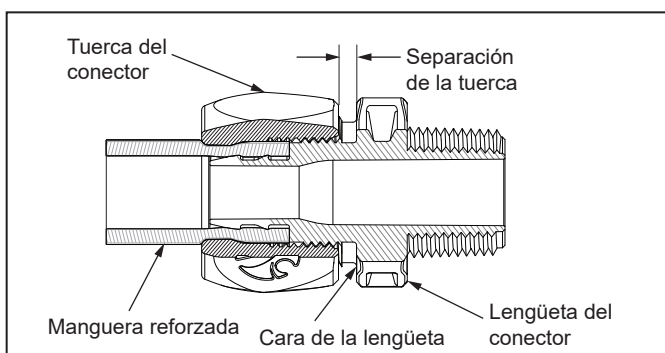

Figura 6. Apretar la tuerca del conector para sujetar la manguera
7. Deslice o gire la tuerca del conector hasta la lengüeta para acoplar las roscas correctamente. No mueva la rosca de modo tal que quede cruzada. Ajuste la tuerca del conector hasta que no se vean las roscas (separación aproximada de 1/8" o un poco menos que el espesor dos monedas pequeñas) o hasta que toque la lengüeta. Consulte la Figura 6.
1. Verifique que la instalación sea correcta. Consulte la Figura 6.